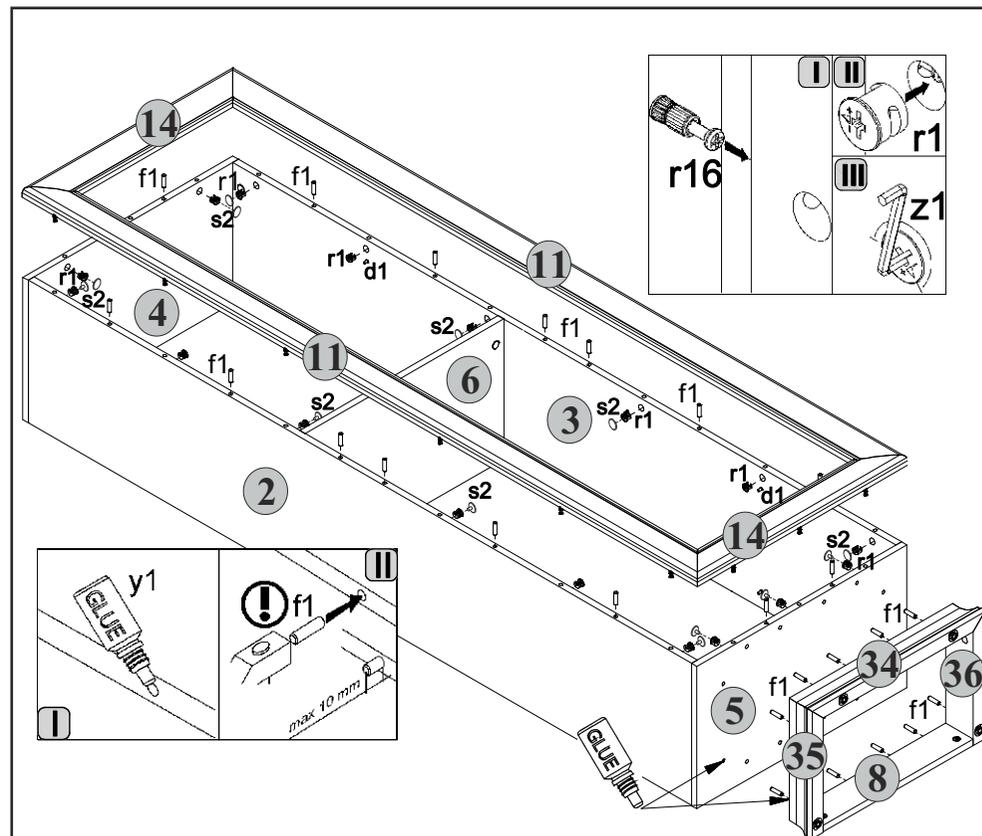

Рис.5
23. В отверстия  $\varnothing 8$  мм на фасадных кромках стенок боковых 2, 3, щита верхнего 4, щита нижнего 5 вбить деревянные шканты f1 (см.рис.5).
24. Присоединить рамку из планок декоративных из МДФ 11 и 14 к корпусу шкафа, совместив винты стяжек на планках декоративных из МДФ с отверстиями  $\varnothing 8$  мм на передних кромках стенок боковых 2, 3 и щитов 4, 5 а также отверстия  $\varnothing 8$  мм на планках декоративных из МДФ со шкантами на передних кромках стенок боковых 2, 3 и щитов 4, 5. Затянуть стяжки эксцентриковые r1, пользуясь специальным ключом z1 из комплекта фурнитуры. Стяжки эксцентриковые закрыть заглушками s2 (см.рис.5).